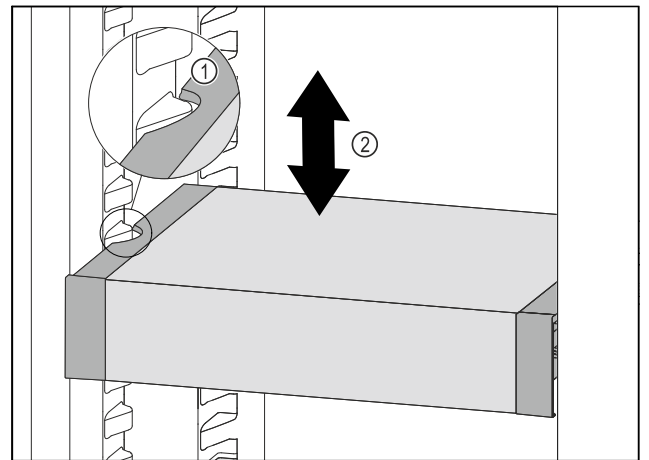

Fig. 118
- ▶ VarioSafe naar voren trekken tot de uitsparingen aan de zijkant van de VarioSafe zich ter hoogte van de rib in het koelgedeelte bevinden. Fig. 118 (1)
- ▶ VarioSafe in het koelgedeelte omhoog of omlaag bewegen tot de gewenste hoogte is bereikt. Fig. 118 (2)